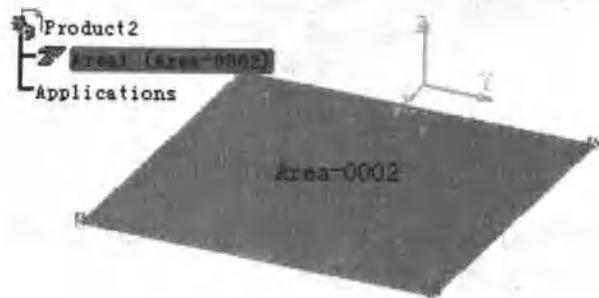

图 1-13 移动结果
(3) 将高亮显示轮廓线拖到预定位置后，放开鼠标，区域移动完成（如图 1-13 所示）。